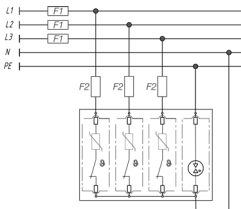

Рисунок 1. Схема подключения УЗИП
4.5.1 Подключить УЗИП по четырехполюсной схеме L1/L2/L3 – N, N-PE как показано на Рис. 1.